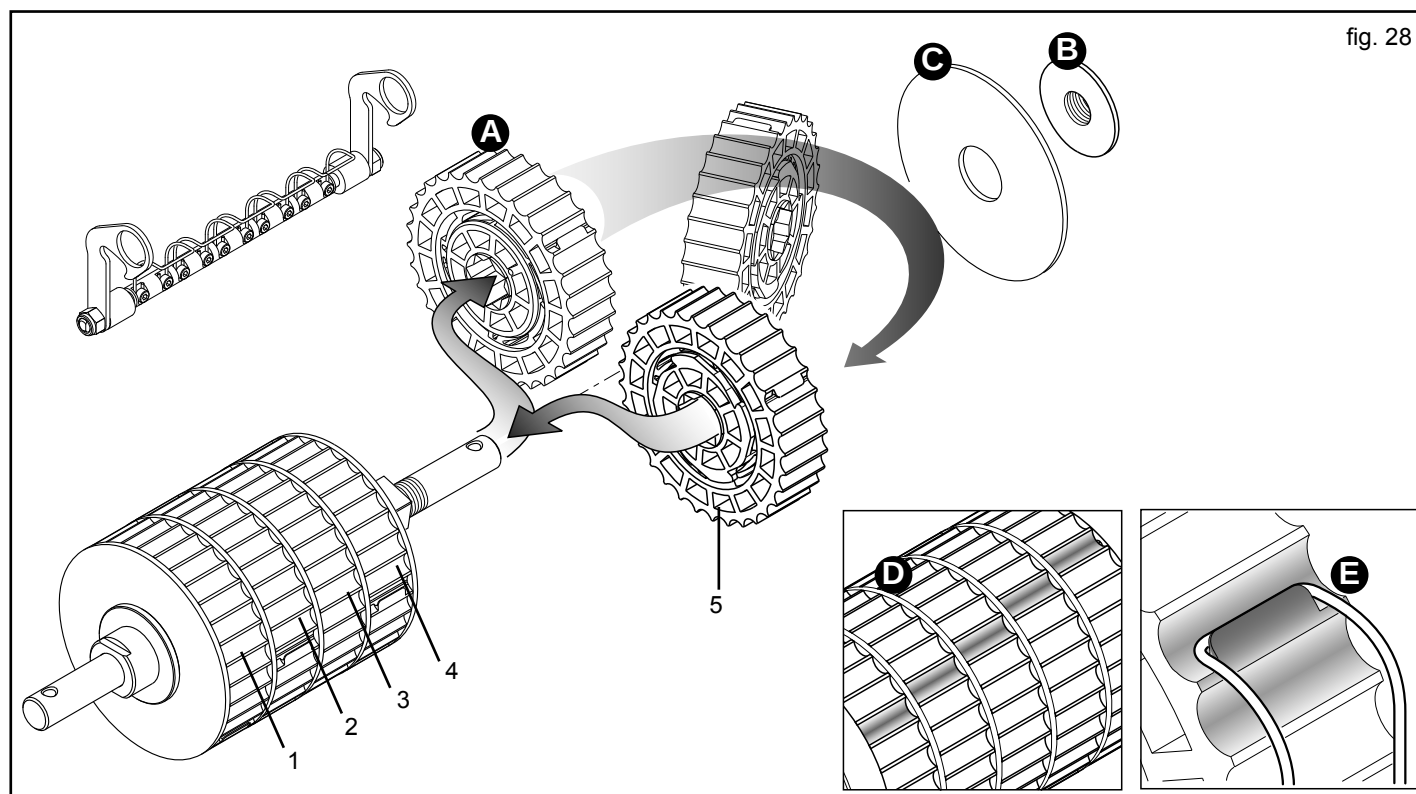

fig. 28
Vorausgesetzt, dass jedes Element (A, Abb. 28) 20% der gesamten Dosierrolle verteilt, können die arbeitenden Elemente erhöhen werden, um die Drehgeschwindigkeit des Getriebes zu reduziert und um dadurch eine gleichmäßigere Produktstreuung zu erhalten.
Nach dem Abbau der Dosierrolle von dem Gerät ist der Kugelgriff (B, Abb. 28) mit dem beigegebenen Schraubenschlüssel abzuschrauben und dann ist die Feststellnutmutter (C) zu entfernen. Das ausgeschlossene Element oder die ausgeschlossenen Elemente abziehen und um 180° gedreht wieder anbringen, wobei die korrekte Position der einzelnen Elemente einzuhalten ist (1-2-3-4-5, Abb. 28).
Beim Anbringen der Elemente ist derart vorzugehen, dass die Kehlen der aktiven Elemente bei der Arbeit zueinander verschoben sind (D, Abb. 28), um eine kontinuierliche Streuung zu gewährleisten.
Das Reinigungselement in der Arbeitsposition festspannen und sicherstellen, dass die Federn an den entsprechenden, auszuschließenden Elementen (E, Abb. 28) befestigt sind, um deren Drehung und folglich die Streuung zu verhindern.